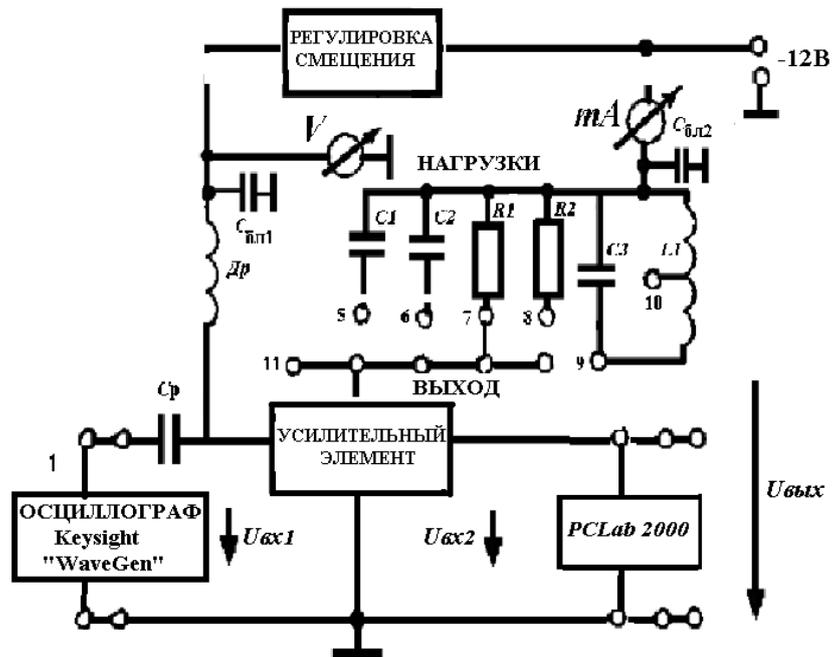

Рис.3.4 Структурная схема амплитудного детектора
6.1.1. Для исследования детектора «АМ колебаний» с использованием усилительного элемента (рис.3.4) в качестве нагрузки используется резистивная нагрузка RI на панели лабораторного макета.